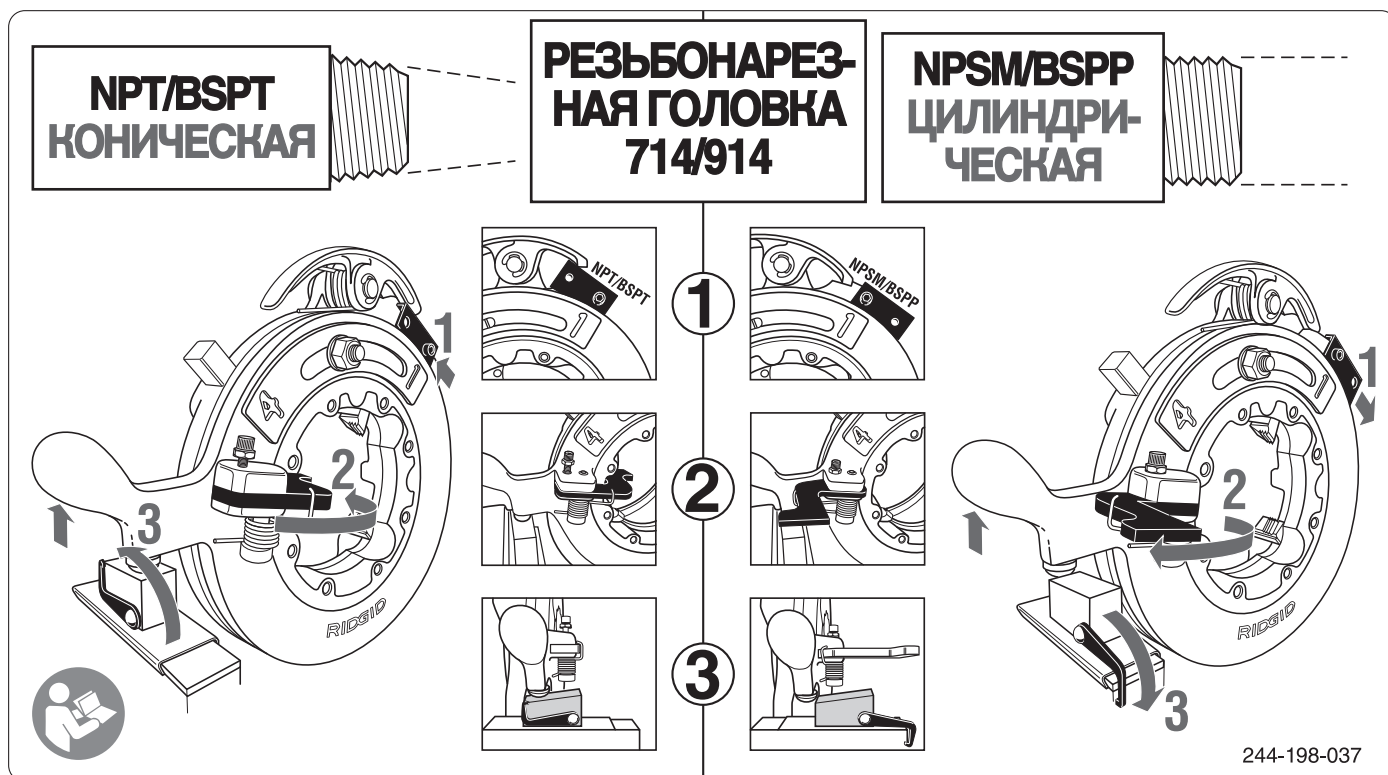

Рис. 15 – Настройка на нарезание конической или цилиндрической трубной резьбы
1. Для конических резьб (NPT или BSPT в зависимости от резьбонарезной головки), см. Рис. 15, настройки выполняются "ВНУТРЬ".
2. Для цилиндрических резьб (NPSM или BSPP в зависимости от резьбонарезной головки), см. Рис. 15, настройки выполняются "НАРУЖУ".